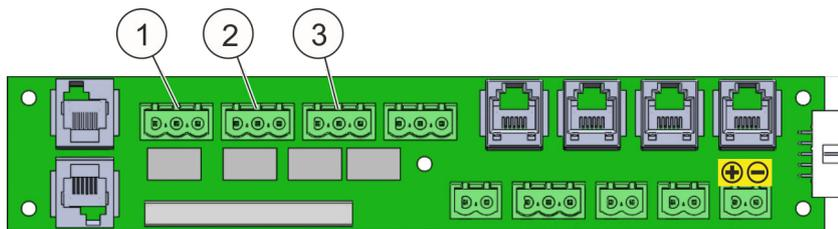

Fig. 16: Contactos sin potencial
- Utilizar los contactos sin potencial (Fig. 16/1 a 3) para la desconexión del aparato por parte de la empresa explotadora.